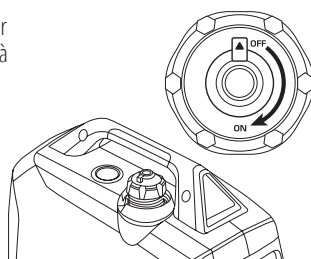

Fig. 4
3. Ouvrez l'évent du bouchon de réservoir de carburant en position ON. (Fig. 4).